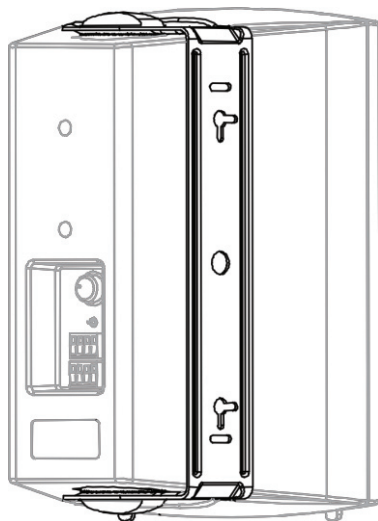

Рис. 4. Акустическая система Yarden 6-0D с присоединенным кронштейном
4. Совместите отверстия под шурупы на кронштейнах (верхнее и нижнее) с отверстиями на акустической системе и заверните рукоятки таким образом, чтобы каждое из отверстий удерживало громкоговоритель в кронштейне (см. рис. 4).